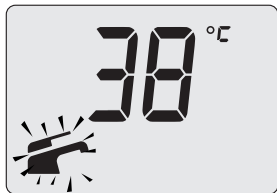

Figura 2.9
- il valore di "set" dell'acqua calda sanitaria ed il simbolo  lampeggiano. Il fondo del display appare illuminato (Figura 2.9).